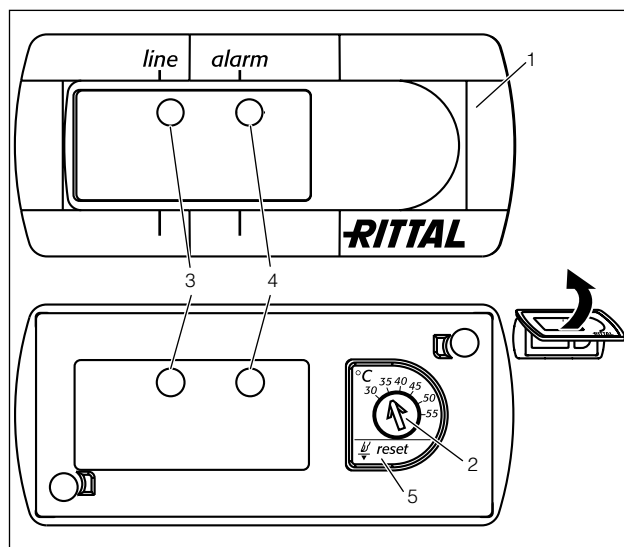

Bild 26: Basiccontroller
Basiccontrollern övervakar och reglerar kylaggregatet. Den visar drifts- och störstatus med hjälp av den gröna och den röda LED-lampan (bild 26, nr. 3 och 4):
- Ställ in önskad börtemperatur (bild 26, sidan 20).
- Tryck på resetknappen (bild 26, nr. 5) i minst 3 sekunder.